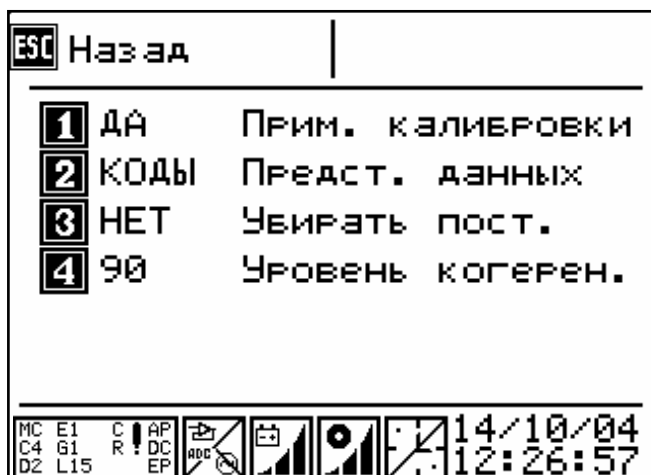

Рисунок 6.10
- кнопка **1**— задание параметров визуализации данных (рисунок 6.10);
В данное меню (рисунок 6.10) переход осуществляется по кнопке **1** из меню на рисунке 6.9 или последовательным нажатием кнопок **5 - 1** из главного меню.
Описание работы кнопок клавиатуры (рисунок 6.10):